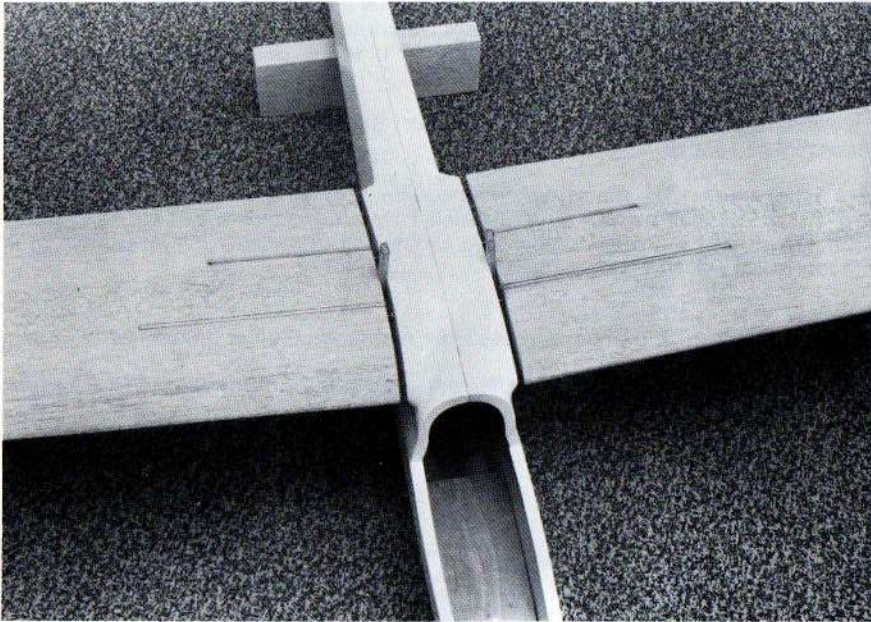

Abb. 7 Das Einkleben der Halterungen in die Flügelhälften.
stecken. In die Aluminiumhülsen (2) des Rumpfes die vier Stahlstifte (42) mit dem kürzeren Ende einstecken, die beiden Tragflügelhälften rechts und links aufschieben, wie es die Skizze auf dem Plan und Abb. 7 zeigt.